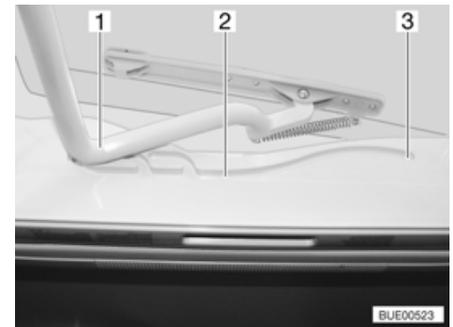

Bild 108 Heki-Dachhaube, Führung
- Den Bügel (Bild 108,1) in den Führungen (Bild 108,2) bis in die hinterste Position (Bild 108,3) ziehen.
- Den Bügel (Bild 108,1) mit beiden Händen leicht nach oben drücken.
- Den Bügel in den Führungen (Bild 108,2) bis zur gewünschten Stellung ziehen.